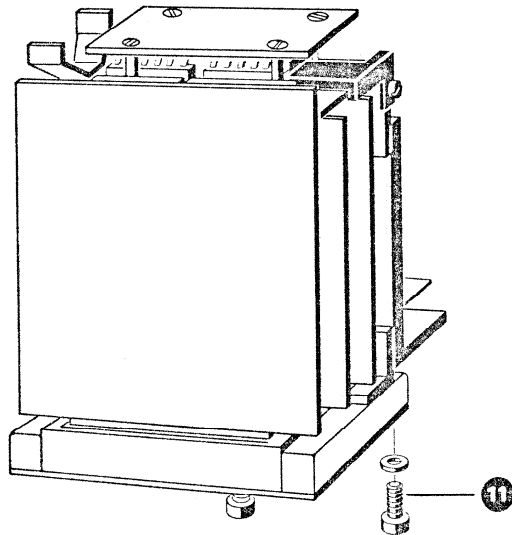

Fig. 13.3.-1
2 Schrauben ⑪ entsprechend Fig. 13.3.-1